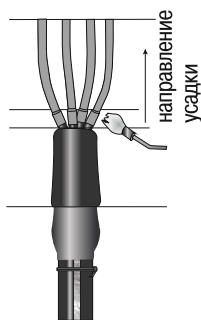

Рисунок 10
4.23.3 Установить на жилу наконечник до упора в изоляцию и подтянуть от руки болты в порядке 1–2 (рисунок 10).